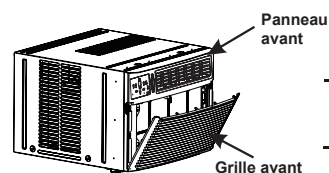

Figure 1
- Abaissez la grille avant et retirez le filtre. (Voir la Figure 1)